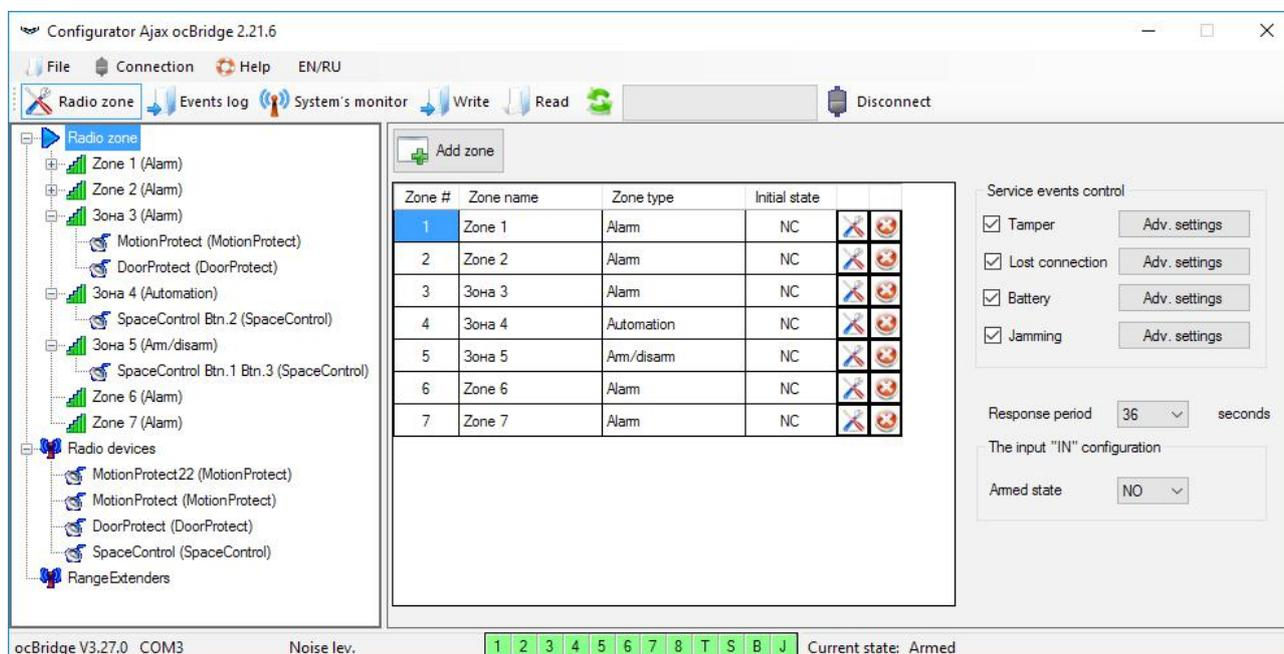

Abb. 11. Alle verbundene Melder
4. Auf der Seite "Radio Zones" (Alle verbundene Melder) (Abb. 11) können die erforderlichen Erfassungszonenbereiche erstellt, die dazugehörigen Sensoren und Geräte zugeordnet (siehe **Sensorhandhabung**) und die zusätzlichen Funktionsparameter für Sensoren, Geräte und Zonen festgelegt werden (**Anschluss an die Zentraleinheit**).